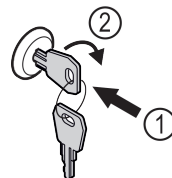

Fig. 181
- ▶ Paina avain lukkoon. Fig. 181 (1)
- ▶ Kierrä avainta 90° myötäpäivään. Fig. 181 (2)